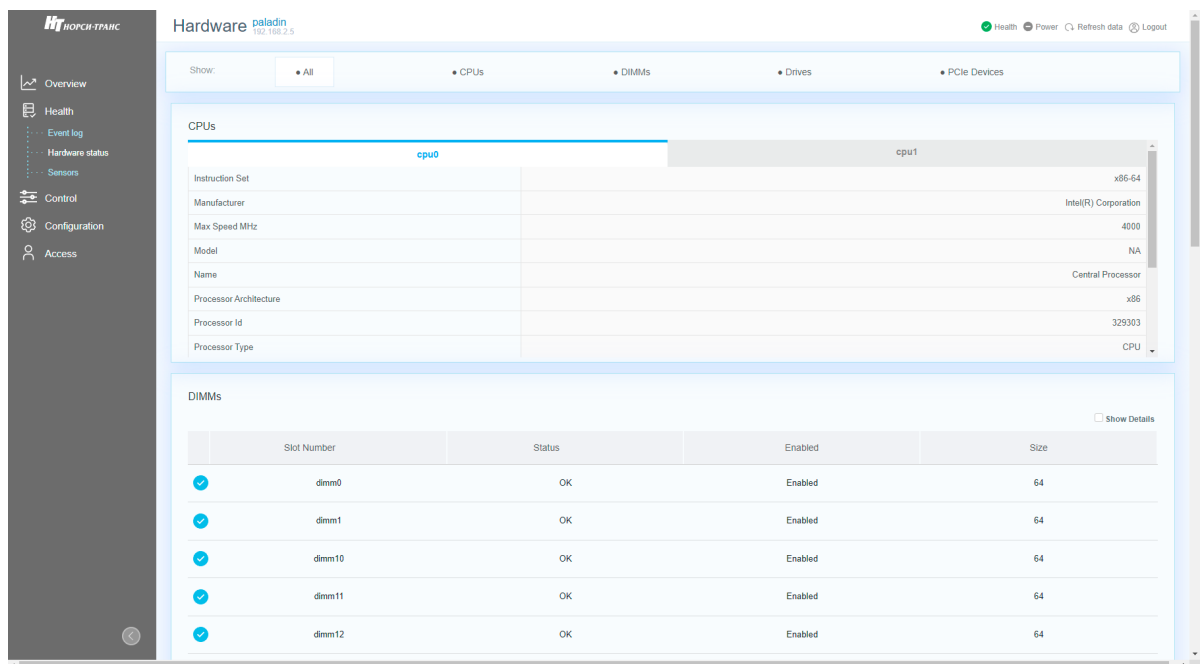

Рис. 70. Окно «Hardware status»
- 3) Пройдите во вкладку «Health» → «Hardware status» в данной вкладке отображается состояние комплектующих установленных в сервер. В поле «Show» произведите фильтрацию комплектующих для отображения состояния комплектующих. Окно показано на рис. 70 Окно «Hardware status»